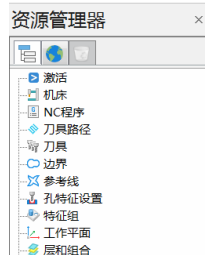

图 1-3
(2) 资源管理器 对加工必要的元素进行管理与设定，其中包括机床、NC 程序、刀具路径、刀具、边界、参考线、孔特征设置、特征组、工作平面、层和组合等类别，如图 1-3 所示。
(3) 屏幕坐标系 位于绘图区右下角，显示当前视图的坐标方向。
(4) 工作平面 显示当前激活的工作平面及其编辑选项。
(5) 光标位置坐标 以数值显示光标目前所在位置的坐标值，从左向右依次为 X 值、Y 值与 Z 值。
(6) 右键快捷菜单 在绘图区右击即可弹出右键快捷菜单。该菜单中包括了加工过程中基本的显示与编辑功能。
(7) 单位 用于显示当前的绘图单位。当显示“毫米”时表示米制单位，显示“英寸”时表示英制单位。
(8) 刀具路径参数显示 显示目前激活刀具路径的基本参数（从左向右依次为公差、余量值、刀具直径、刀尖圆角）。
(9) 视图立方 直观显示当前工件的视图方位。
(10) 查看工具栏 用于快速设定显示与阴影选项。